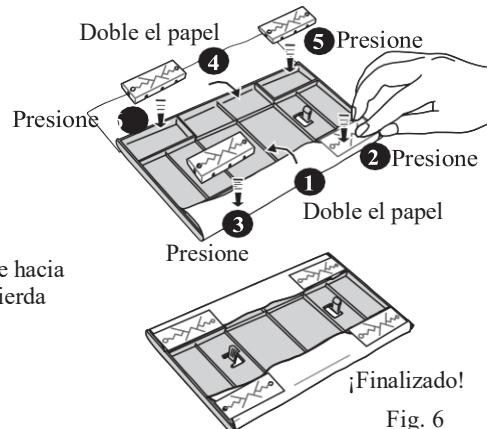

Fig. 6
3. Retire las 4 topas del soporte, doble los bordes del papel por los dos lados del soporte, y coloque las 4 tapas en la parte superior del papel, luego presione las tapas firmemente para fijar el papel en el soporte (Fig. 6).